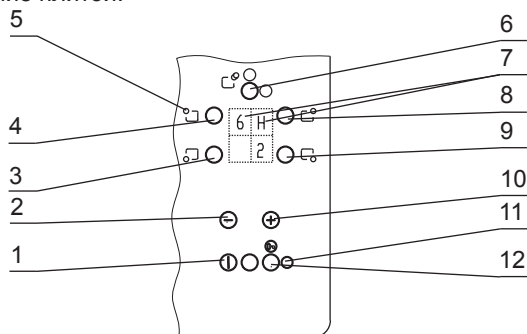

рис. 5. Сенсорная панель управления
■ В переднем правом углу или спереди в центре стеклокерамического стола нанесены символы, при помощи которых происходит управление плитой. Назначение символов приведено на рис.5, 6, 7.